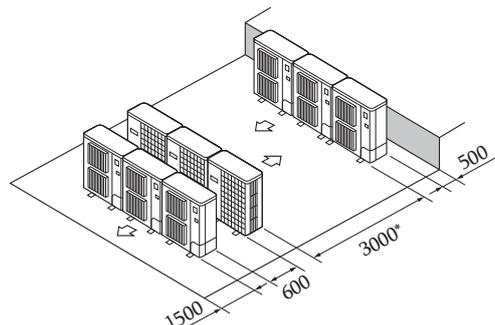

Fig. 2-14
- ⑥ Մարքերի դասավորությունը մի քանի հորիզոնական շարքերով (Fig. 2-14)